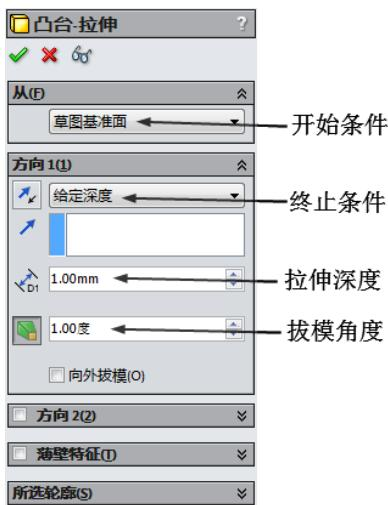

图 3-7 “拉伸”属性管理器
(1) 执行命令。在草图编辑状态下，在菜单栏中选择“插入”→“凸台/基体”→“拉伸”命令，或者单击“特征”工具栏中的“拉伸凸台/基体”图标按钮√，此时系统出现“拉伸”属性管理器，各栏的注释如图 3-7 所示。
(2) 设置属性管理器。按照设计需要对“拉伸”属性管理器进行参数设置，然后单击属性管理器中的“确定”图标按钮√。